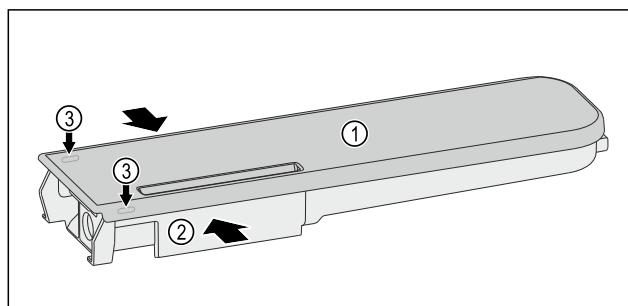

Fig. 173
- ▶ 挤压水容器 Fig. 173 (2)，然后小心地将盖子 Fig. 173 (1) 从锁定凸耳 Fig. 173 (3) 上撬起并向上拉。
▶ 略微来回移动盖子 Fig. 173 (1), 然后将其向上取下。